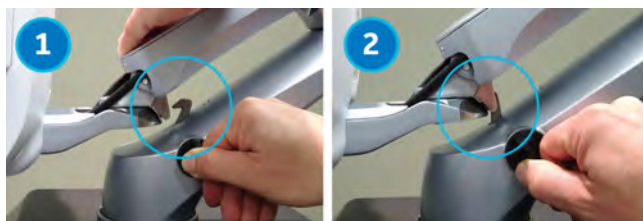

Рис. 3-29. Блокировка/разблокировка кронштейна монитора
1. Для снятия блокировки монитора поверните ручку блокировки по часовой стрелке. Монитор можно свободно перемещать во всех направлениях (Рис. 3-29 1).
2. Поверните ручку блокировки по часовой стрелке, чтобы перевести фиксатор в положение блокировки и закрепить монитор в выбранном положении, затем поверните ручку против часовой стрелки для блокировки. (Рис. 3-29 2).